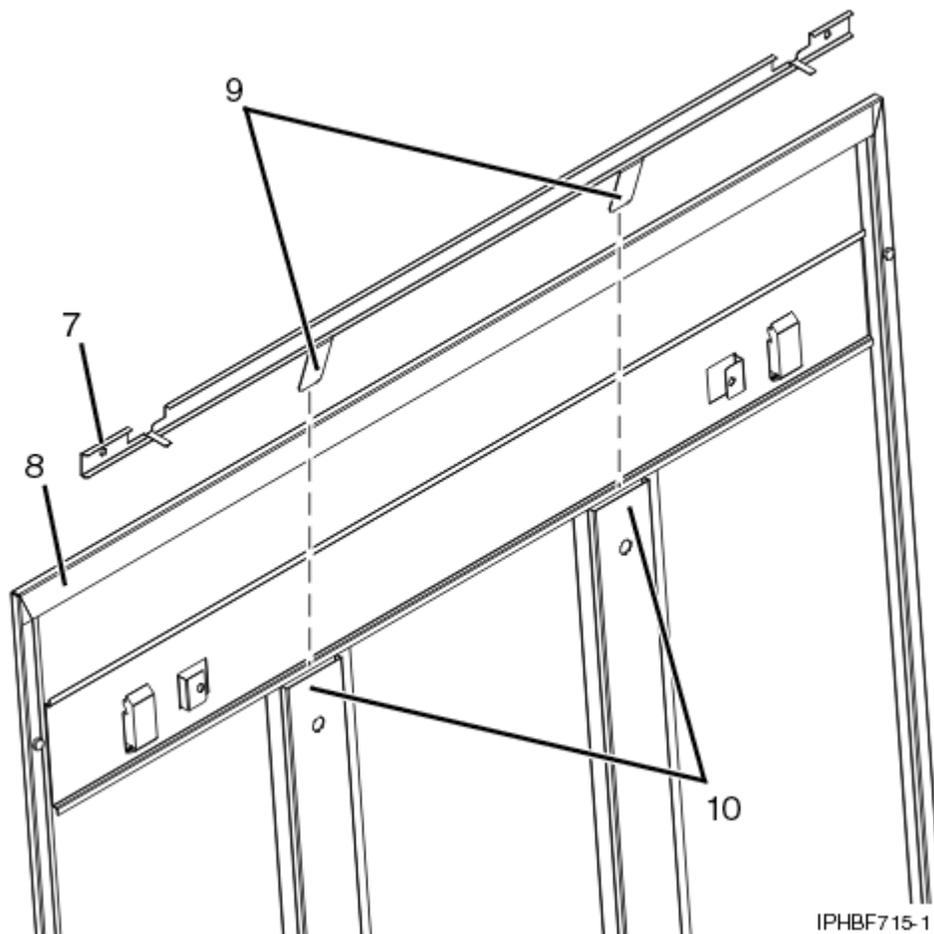

Figura 56. Instalar uma barra deslizante de segurança
- b. Assegure-se de que o lado plano da calha da barra deslizante **(7)** em Figura 56 na página 86, está voltado para o interior do painel da tampa **(8)**. Insira as duas patilhas **(9)** na calha da barra deslizante nos dois canais de suporte verticais **(10)** no painel da tampa lateral.